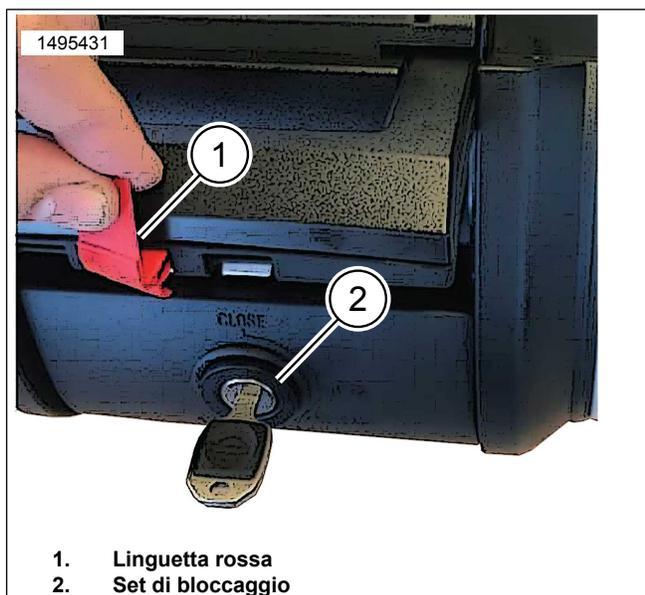

Figura 12. Maniglia custodia superiore
7. Figura 12 Rimuovere la linguetta rossa (1).